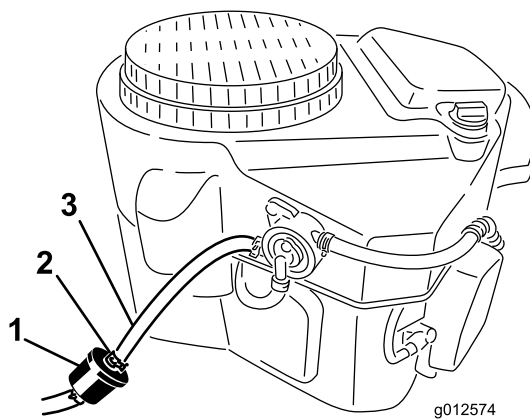

Figura 51
2. Limpe a zona em redor da tampa do depósito de combustível para impedir a entrada de detritos no depósito de combustível (Figura 51).
4. Aperte as pontas dos grampos da tubagem e afaste-as do filtro (Figura 51).